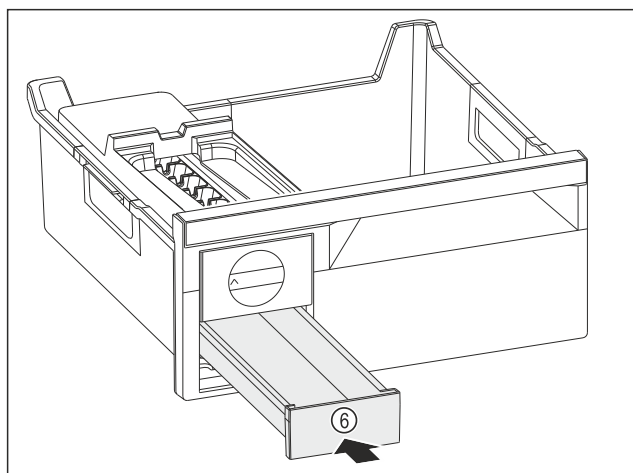

Fig. 149
- ▶ Skub isterningskuffen Fig. 149 (6) ind.